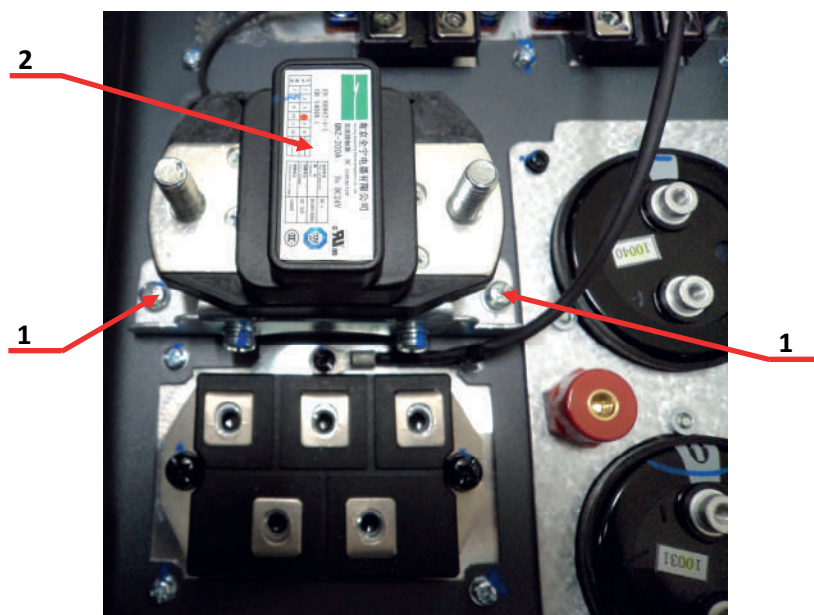

Рис.6.30
- 6.16.2. Окрутить 2 винта поз.1 (рис. 6.30) и положить их в тару 3.1.17.
6.16.5. Кронштейн поз.2. и контактор поз.3 (рис.6.30) положить их в тару 3.1.16.